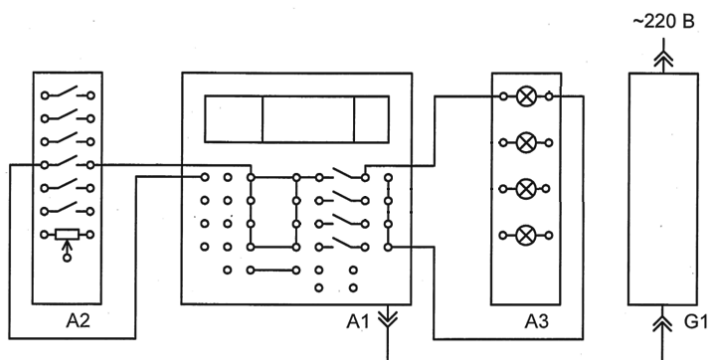

Рис. 9.8. Электрическая схема
- Собрать электрическую схему на лабораторном стенде, как показано на рис. 9.8.